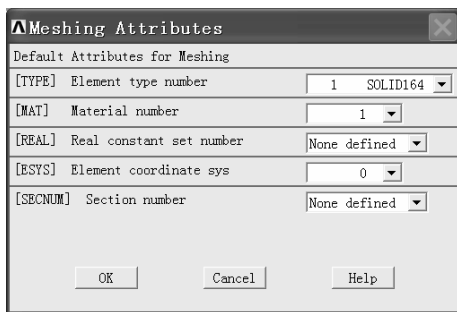

图 2-152 “Meshing Attributes” 窗口
(2) 在 “MeshTool” 窗口中的 “Element Attributes:” 下的方框中选择 “Global” (通过单击该方框后的倒立三角形来选择), 再单击该方框后的 “Set” 按钮, 弹出 “Meshing Attributes” 窗口 (见图 2-152)。